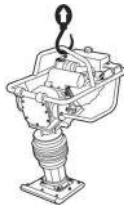

Рис. 1
19. Перемещение вибротрамбовки на значительное расстояние к новому участку работы осуществляется только грузовым транспортом. Погрузочно-разгрузочные работы должны осуществляться только с использованием подъемных устройств. (рис. 1)